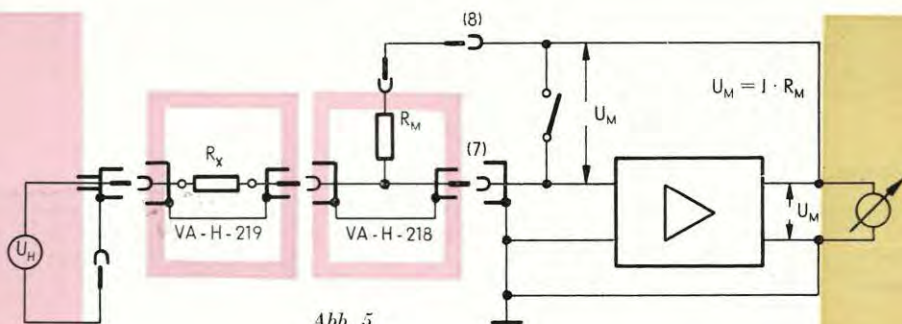

Abb. 5
Aus dem am Eingangswiderstand R_M gemessenen Spannungsabfall und der angelegten Hilfsspannung U_H ergibt sich der Widerstand R_x bei der Ausführung VA-J-52 S (Abb. 5) zu:
(Abb. 5, 6). Mit dem Meßbereichsschalter (2) den unempfindlichsten Meßbereich (10 V) einschalten. Polarität mit Schalter (4) einstellen, Erdkontakt öffnen und mit dem Meßbereichsschalter (2) den entsprechenden Spannungsmessbereich wählen. Meßergebnisse mit Hilfe der Gleichungen III bis IIIb auswerten.